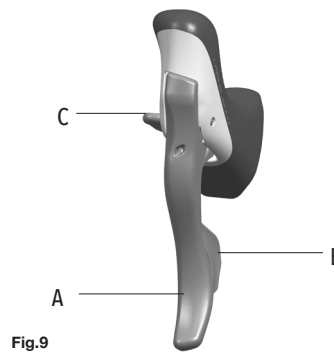

Fig.9
- La palanca B (Fig. 9) del mando izquierdo interviene en el desviador y permite que la cadena se monte en el engranaje superior. La palanca B (Fig. 9) puede accionarse con 1, 2 o 3 clics, según donde esté ubicada la patilla del desviador cuando se encuentre en el engranaje menor.
- La palanca C (Fig. 9) interviene en el desviador haciendo descender la cadena sobre el engranaje inferior. El desvío en bajada se obtiene accionando una sola vez la palanca con 1 clics.
- Una vez que la cadena se posiciona en el engranaje menor, se pueden desplazar las palancas B o C (Fig. 9) del mando izquierdo con 1 clic para obtener el mejor centrado entre la cadena y la patilla del desviador.